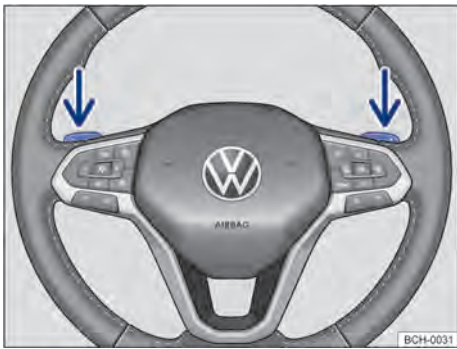

Fig. 89 Volante com seletores basculantes do Tiptronic.
- Puxar o seletor basculante direito → Fig. 89 na direção do volante para aumentar a marcha.